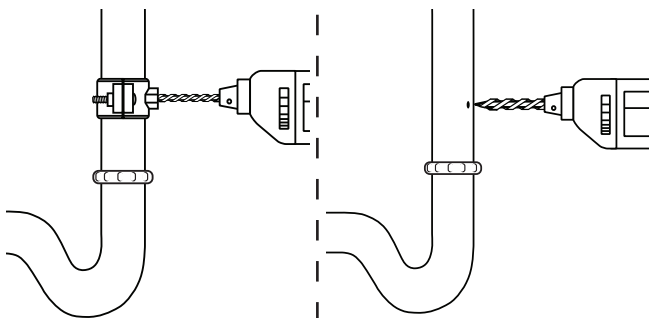

Figure 22
4. Con el orificio del acoplamiento de la abrazadera de desagüe como guía, perforo un orificio de 1/4" (0.6 cm) a un lado de la tubería de desagüe. Vea Figure 22.